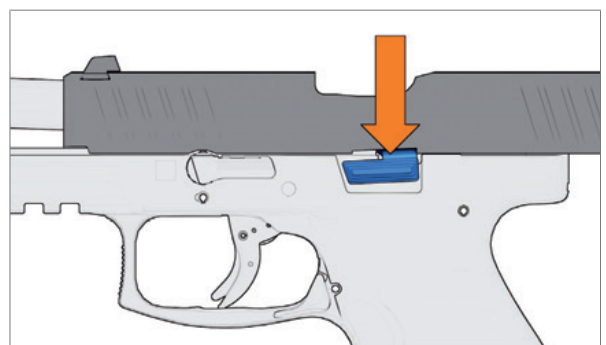

Abb. 17: Verschlussfanghebel nach unten drücken
- › Verschlussfanghebel nach unten drücken (Abb. 17). Der Verschluss schnellt nach vorne.